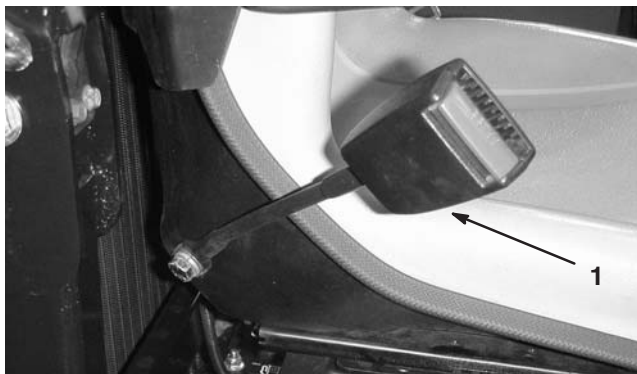

Figure 6
1. Fixez chaque extrémité de la ceinture de sécurité dans les trous à l'arrière du siège au moyen de (2) vis 7/16 x 20 – 1 pouce, rondelles plates de 7/16 pouce et rondelles de blocage de 7/16 pouce (Fig. 6). Serrez solidement les fixations. Le côté boucle de la ceinture doit être monté du côté gauche du siège.